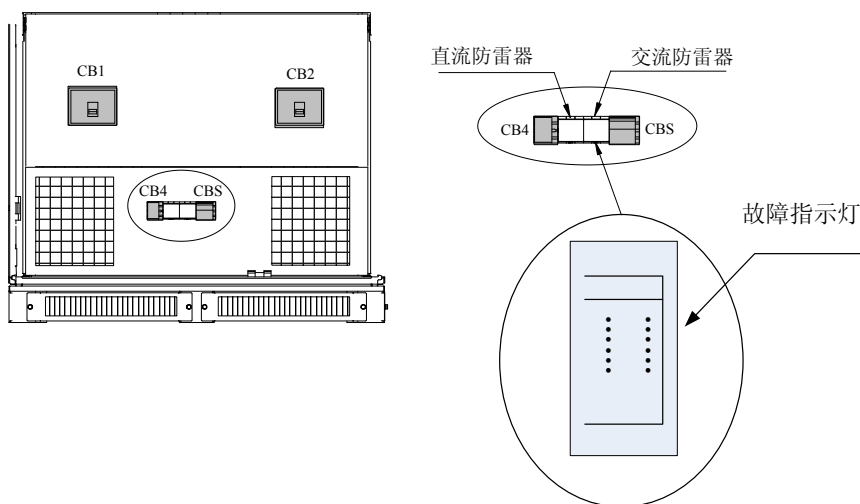

图 8-1 SSI250K3G-A 防雷器故障标志位置
- 1) 按照图 8-1 所示，用手拧下支架四周的 4 个蝶型螺母，再将支架和滤网分别拆下；